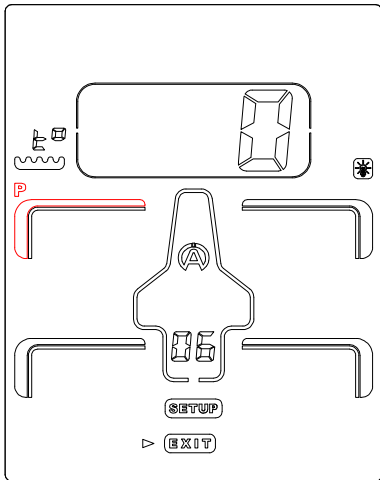

Ilustración 17
- 2) El primer icono «**P**» (presión) en el neumático frontal izquierdo aparece por defecto parpadeando (*ilustración 17*).